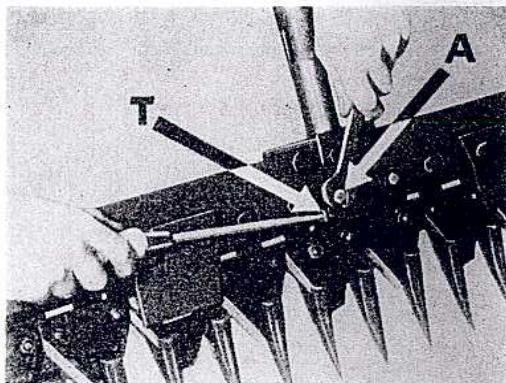

Fig. 16
4. Kontroller klaringen mellom tappen for drift av kniven (23) og knastene T på mellomleddet. Hvis klaringen er større enn 0,1 mm (tykkelsen på et vanlig brevark) må man justere knastene T. For å kunne gjøre dette, skrues justeringsskruen A av. Etter at klaringen er justert, skrur man igjen på skruen A (fig. 16). For stor klarinng kan være årsaken til store vibrasjoner, og dette kan resultere i brudd på noen av delene.
6. Smør ved hjelp av oljekanne (13) gearspakene, wirene og clutch'en (55), koblingsanordningen for hjulene og leddet på universalkoblingen.
1. Kontroller knivens styreinnretninger. Knivens styreplatere (17) slites alltid en del, slik at knivenne stikker opp, og kan sette seg fast. For å unngå dette, tar man av bladene som er plasert under styreplatene (17) slik at de sistnevnte kommer litt lavere ned.
2. Kontroller klaringen for tappen som driver kniven (23), se side 15 fig. 16.